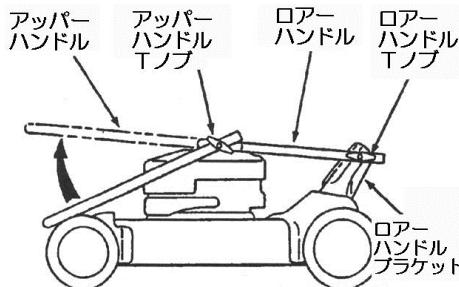

図 3-2
1. ハンドルの間にあるダンボールを外して、アップハンドルを起こして、アップハンドルの凹面をロアーハンドルに合わせ、左右のノブをしっかりと締め付けます。(図 3-2)